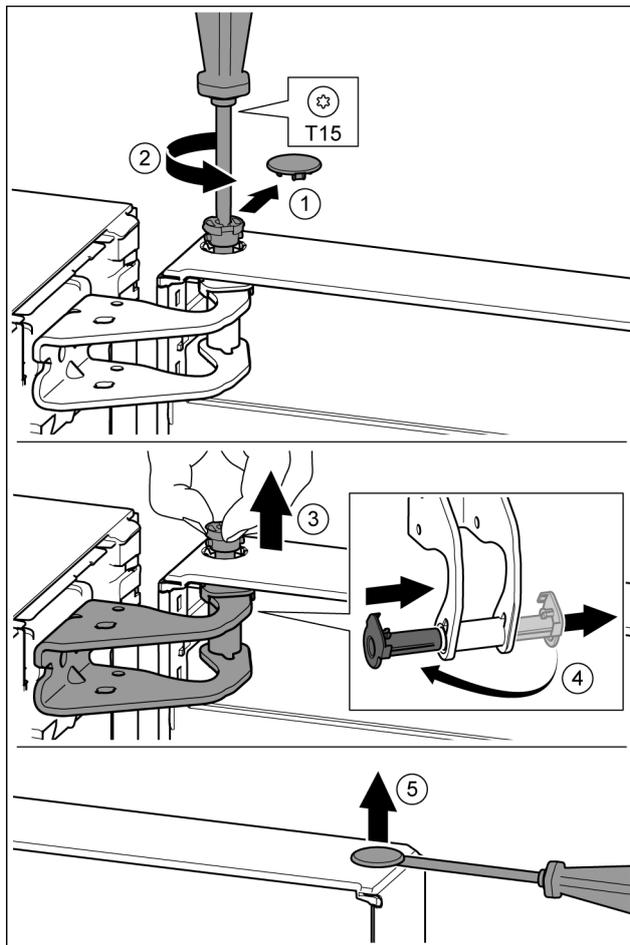

Fig. 13
- ▶ Facendo attenzione, togliere la copertura di sicurezza. Fig. 13 (1)
- ▶ Con un cacciavite T15 svitare leggermente il perno. Fig. 13 (2)
- ▶ Trattenerne la porta ed estrarre il perno con le dita. Fig. 13 (3)
- ▶ Estrarre la boccola del supporto dalla guida. Inserire dall'altro lato e innestare a scatto. Fig. 13 (4)
- ▶ Con un cacciavite sollevare con attenzione i tappi dalla boccola del supporto porta ed estrarli. Fig. 13 (5)